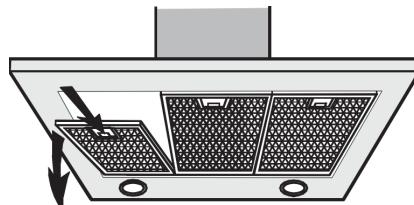

fig. 12
• Démontage du filtre à graisse (fig.12)
Enlever le filtre à graisse en poussant l'arrêt et en le faisant tourner vers l'extérieur (Fig. 12).